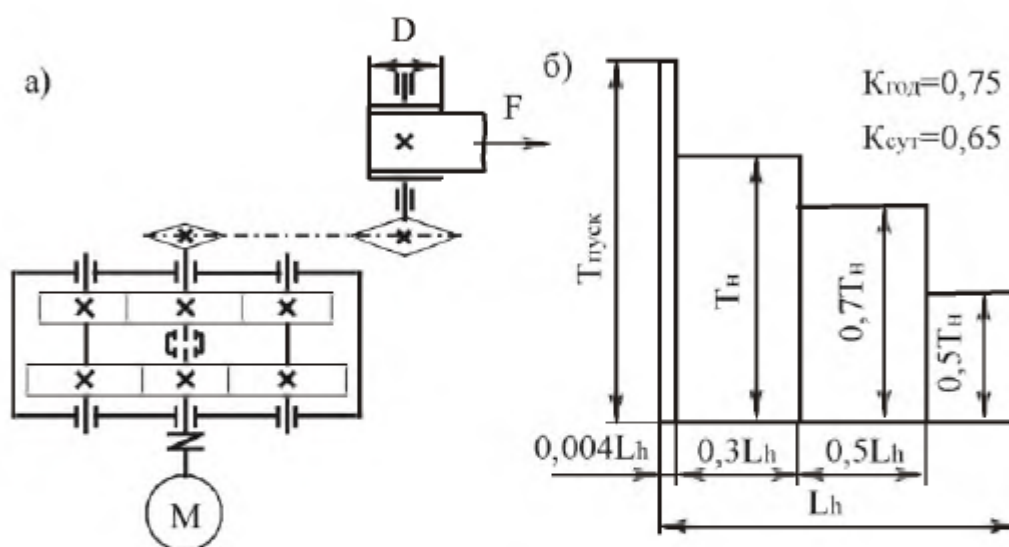

Рис. 6.13. Привод ленточного конвейера:
**Тема 13.** Спроектировать привод ленточного конвейера (рис. 6.13, табл. 6.13). Привод вала барабана ленточного конвейера осуществляется от асинхронного электродвигателя общего машиностроительного применения через соосный двухпочтовый цилиндрический редуктор и открытую цепную передачу. Входной вал редуктора соединен с валом электродвигателя упругой муфтой.